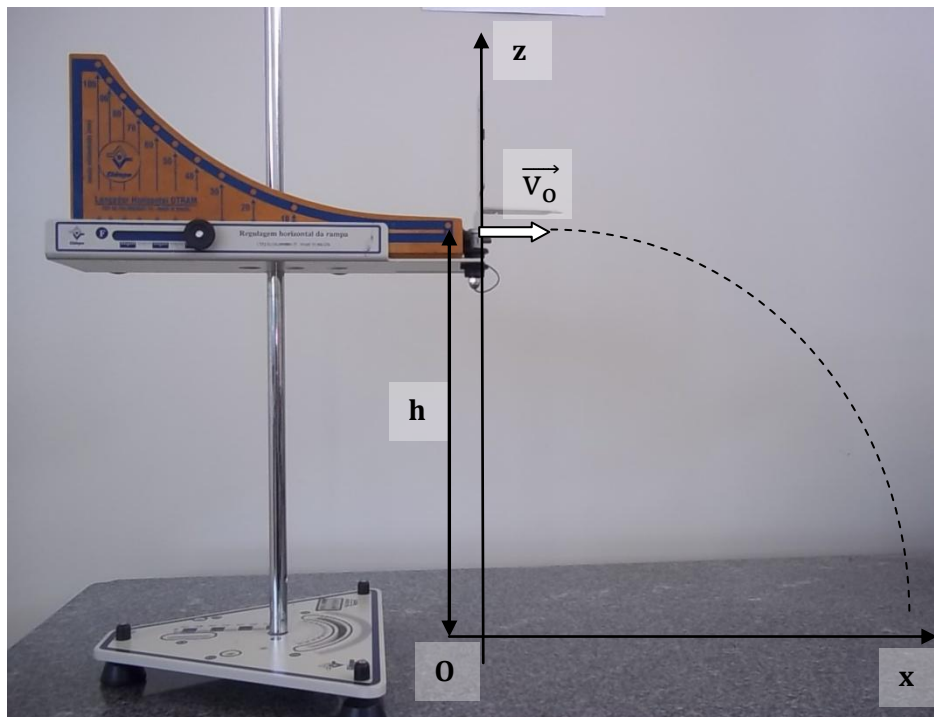

Figura 1 – Montagem experimental para o lançamento horizontal
4. Meça com uma régua milimetrada a altura (h) do tripé (com incerteza), do tampo da mesa até a saída da rampa (Figura 1).